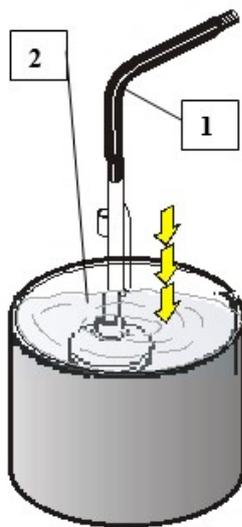

Fig.32
2) Sumerja la manguera de aspiración en un envase que contenga un solvente (Fig.32).